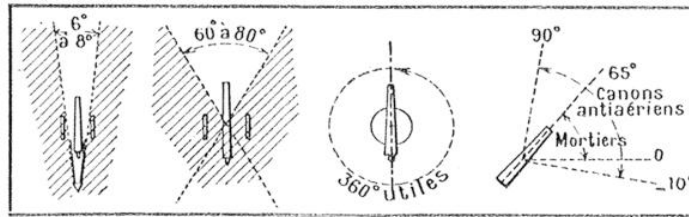

FIG. 3. — LES CHAMPS DE TIR HORIZONTAL ET VERTICAUX DE DIVERS MATÉRIELS D'ARTILLERIE
petits champs de tir en direction, atteignant rarement 8° . Dans les solutions modernes, pour les canons à flèche ouvrante, les champs de tir en direction atteignent 60° et même quelquefois 90° (fig. 3). Le champ de tir de 360° apporte un bouleversement complet de l'organisation du matériel, qui doit posséder un axe vertical (2).